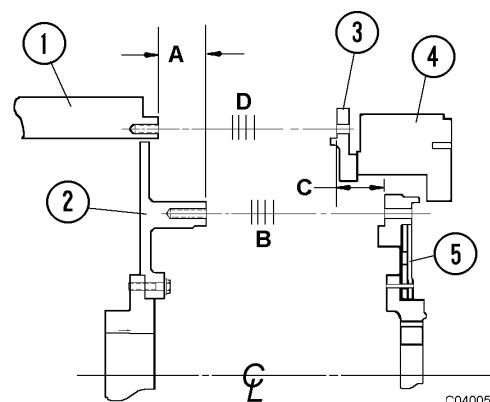

FIGURA 4-4. UBICACIÓN DE LAS LAINAS
3. Vea la Figura 4-4. Mueva el cigüeñal del motor hasta la parte trasera de su recorrido final.
Vea la Figura 4-4.
B = \_\_\_\_\_ espesor del paquete de laines que se instalarán en el punto B, Figura 4-4.
D = \_\_\_\_\_ espesor del paquete de laines que se instalarán en el punto D, Figura 4-4.